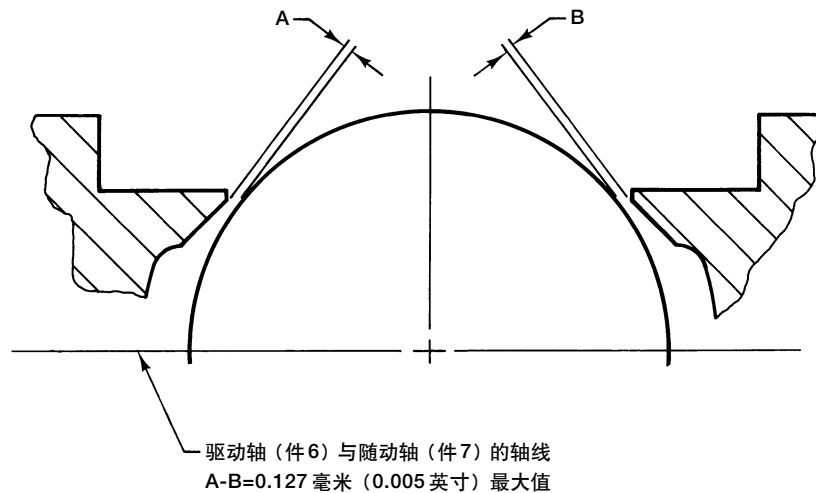

图9. 球芯置于中心位置正确的对中程度
10. 将球芯在阀门内顺着驱动轴与随动轴两者的轴线对中心。从一侧到另一侧, 在阀门与球芯之间测量的最大偏差, 应不大于 0.005 英寸 (0.127 毫米), 如图 9 所示。